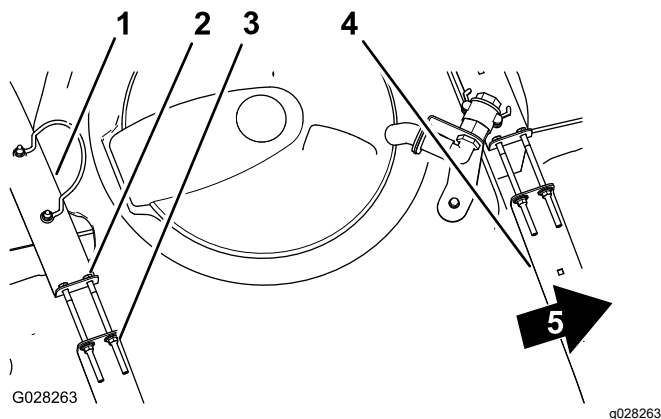

図 84
2. タンクとタンク固定ベルトとの間に、たるみがないか点検する 図 84。
3. ベルトにゆるみがある場合には、ベルトの上部にあるフランジロックナットとボルトを締めてベルトとタンクとが面一になるようにする図 84。